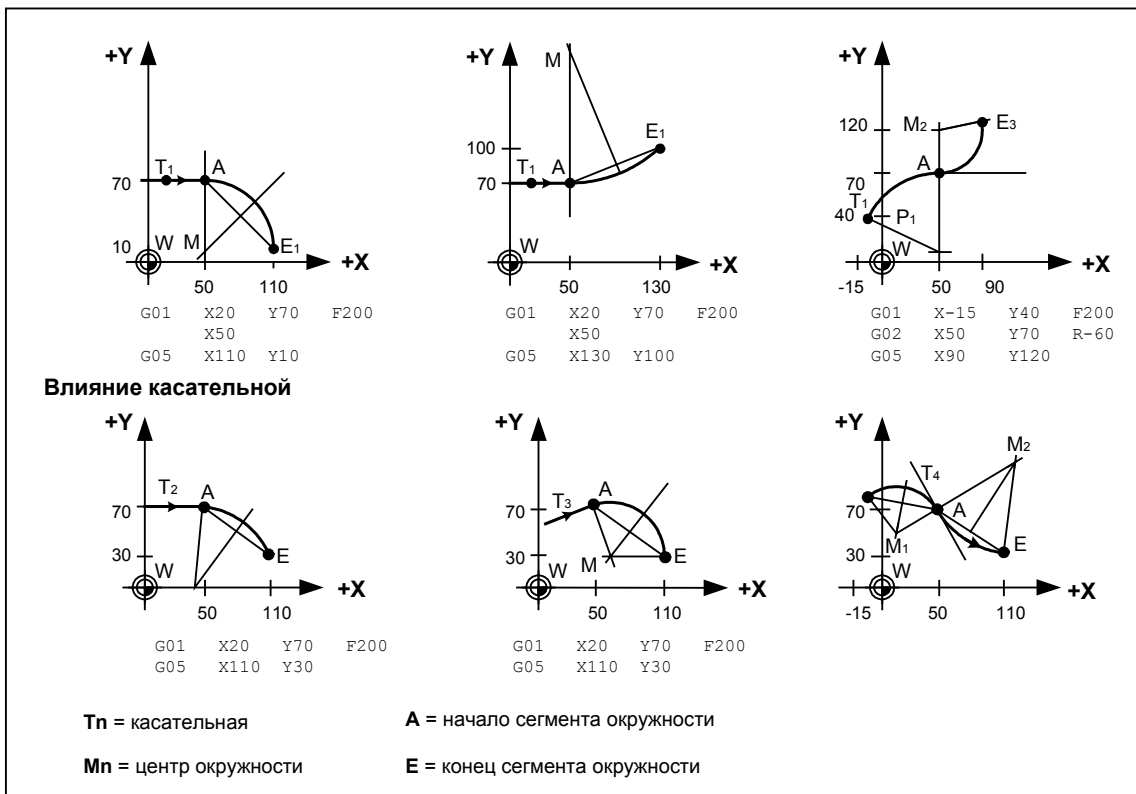

Рис.23.
7. Круговая (винтовая) интерполяция с выходом на круговую траекторию по касательной, - G05. Система ЧПУ использует инструкцию G05 для расчета такого кругового участка, выход на который из предыдущего кадра (с линейной или круговой интерполяцией) осуществляется по касательной. Параметры формируемой дуги определяются автоматически; т.е. программируется только ее конечная точка, а радиус не задается: G5 X...Y... Различные примеры программирования с инструкцией G05 показаны на рис.23.